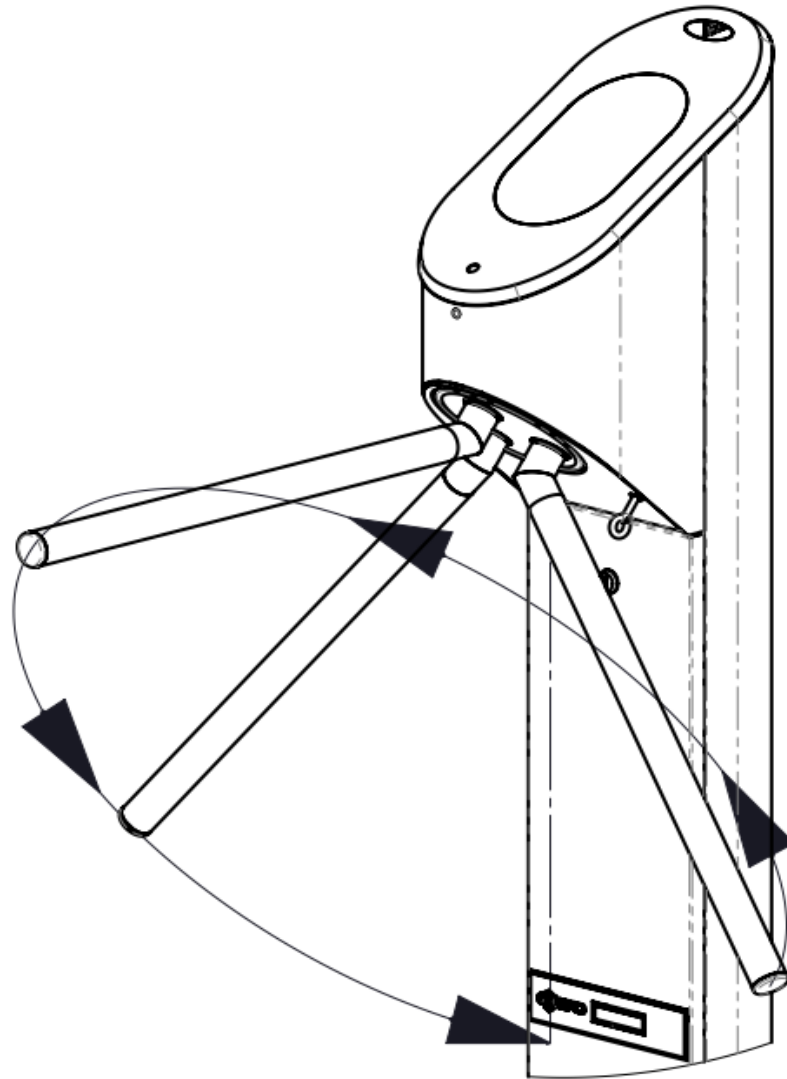

Рисунок 10 – Провернуть «узел преграждающих планок» на $\frac{3}{4}$ оборота и сложить планки.
- 3) Удерживая ключ в нажатом состоянии, повернуть «узел преграждающих планок» на $\frac{3}{4}$ оборота (рисунок 10). Каждая преграждающая планка, проходя, через нижнюю точку вращения – разблокируется и остается в нижнем, вертикальном положении. Когда три преграждающие планки окажутся в нижнем вертикальном положении – проход через турникет будет свободным.